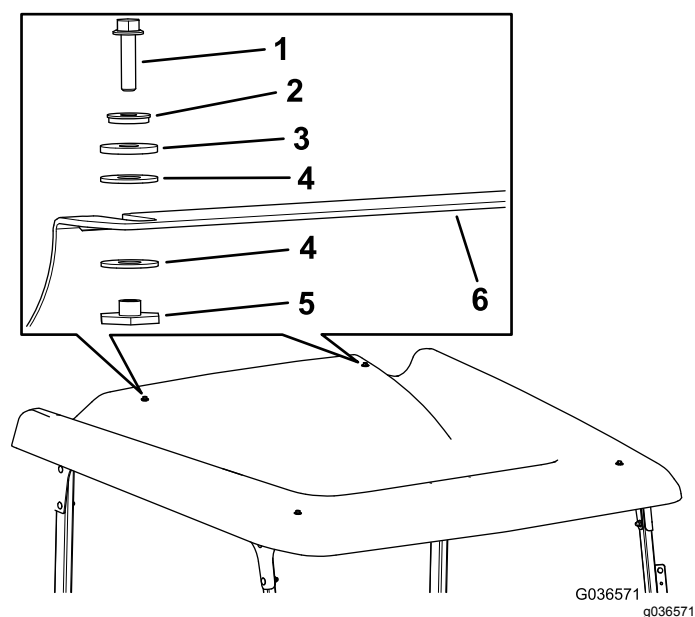

Figura 13
14. Instale o toldo na ligação cruzada traseira utilizando dois parafusos flangeados hexagonais ($\frac{1}{4}$ pol. x 1 pol.), duas anilhas vedantes, duas anilhas de fricção, quatro anilhas de plástico e dois casquilhos da flange (Figura 13).